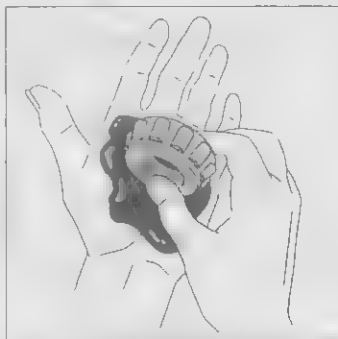

Рис. 18.12 Так смазывают подшипники голыми руками
8. Второй рукой нанесите на подшипник большое количество смазки (рис. 18.12).